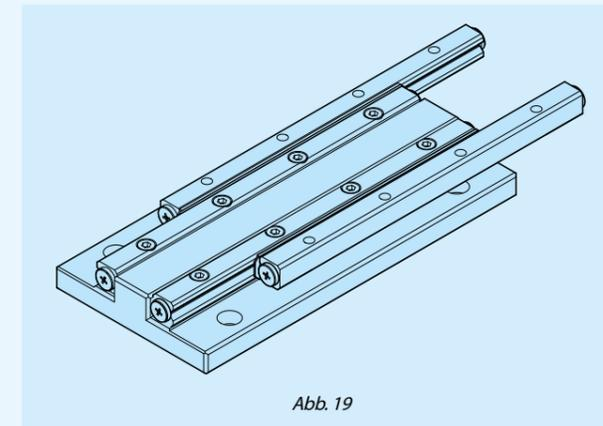

Abb. 19
- Die Führung der Tischseite am Hubende positionieren. (Siehe Abb. 19)